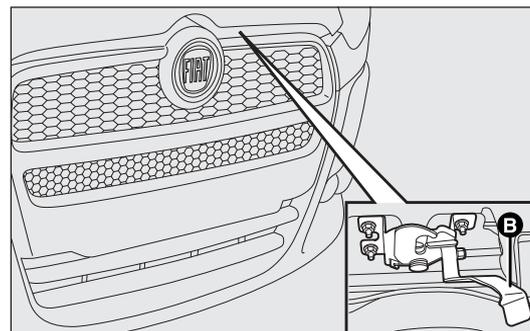
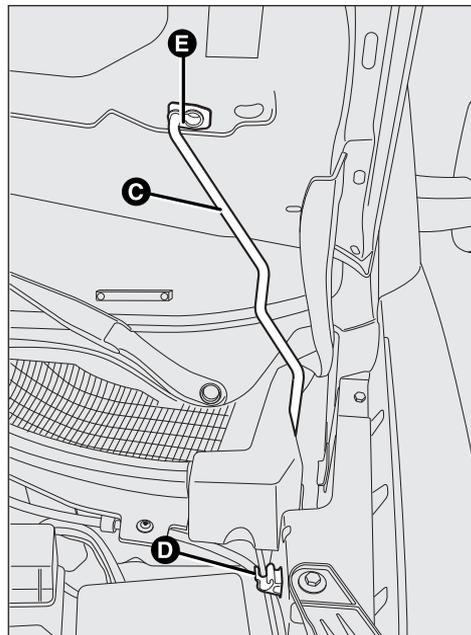

fig. 94
fig. 95
- actionner le levier B-fig. 94, ouvrir le capot et libérer en même temps la béquille d'appui C-fig. 95 de son dispositif de blocage D-fig. 95, puis introduire l'extrémité de la béquille dans le logement E-fig. 95 du capot moteur (orifice large) et pousser en position de sécurité (orifice étroit), comme indiqué sur la figure.
Fermeture fig. 95